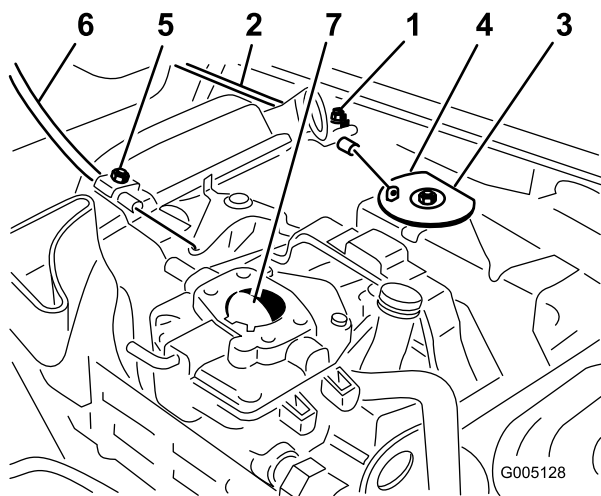

Figura 48
- Allentate la vite del serrafilo per cavi che fissa il cavo al motore (Figura 48).
3. Tirate con forza il cavo dell'acceleratore finché il retro della parte girevole non viene a contatto con il fermo (Figura 48).
1. Allentate la vite del serrafilo per cavi che fissa il cavo al motore (Figura 48).
3. Tirate con forza il cavo dello starter finché la farfalla dello starter non è completamente chiusa, quindi serrate la vite del serrafilo (Figura 48).